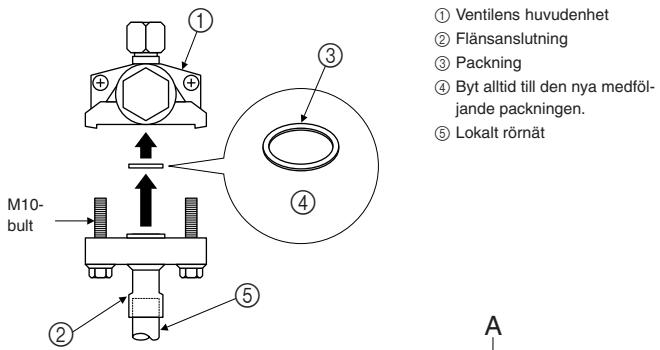

Fig. 5-2
- (3) Använd följande tillvägagångssätt för att ansluta rördragningen på gassidan. (Fig. 5-2)